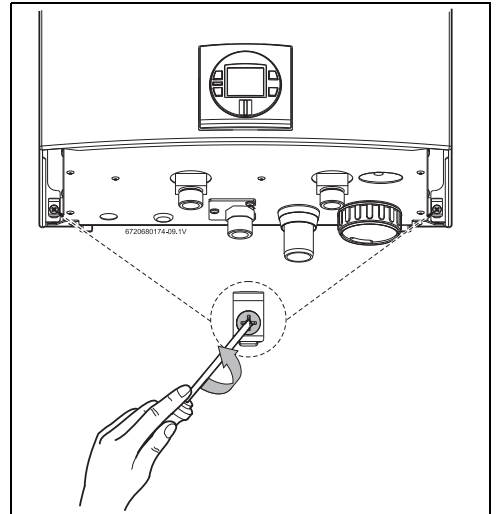

Fig. 21 Retirar los dos tornillos
- ▶ Aflojar los dos tornillos ubicados en la parte posterior del aparato (Fig. 21).
- ▶ Retirar la parte delantera del aparato, consultar (Fig. 21 y22).